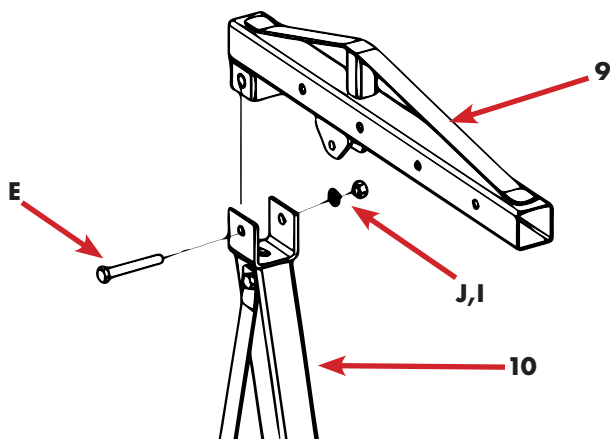

Abb.13
- Montieren Sie den Tragarm auf die obere Aufnahme des Holmes, wie in Abb.13 dargestellt.
| Legende Abbildung 13 (siehe auch ab Seite 15, Abbildung 2 und Tabelle 1) | |